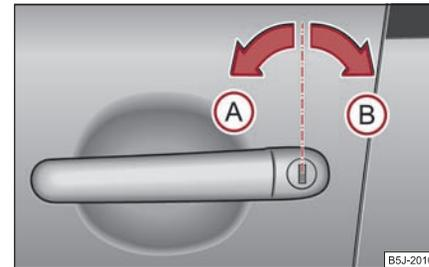

Abb. 36 Schlüssel-drehungen zum Ent- und Verriegeln
- Drehen Sie den Schlüssel im Schließzylinder der Fahrertür nach links in die Öffnungsstellung (A) ⇒ Abb. 36.
- Drehen Sie den Schlüssel im Schließzylinder der Fahrertür nach rechts in Verriegelungsstellung (B) ⇒ Seite 43, Abb. 36.